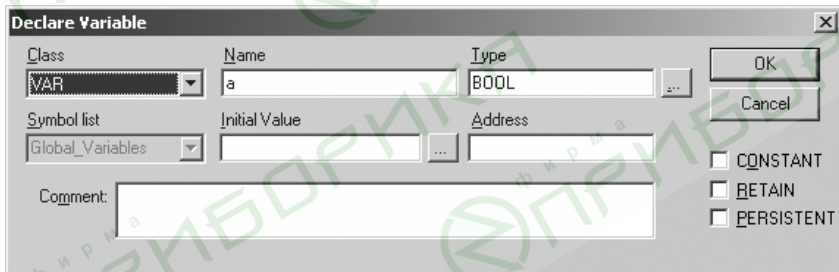

**Рис. 5. Примеры программ на языках FBD (а), LD (б) и ST (в)**
**7.5.** В зависимости от выбранного языка программирования откроется окно, в котором необходимо создать программу, исполняемую на контроллере. Простейшей программой является символ «;» в программе на языке ST, такой программы достаточно для проверки связи с контроллером. Примеры программ на языках FBD, LD и ST приведены на рис. 5.
При написании любого из примеров программ, представленных на рис. 5, будет вызван ассистент ввода (рис. 6) для описания переменной **a**.